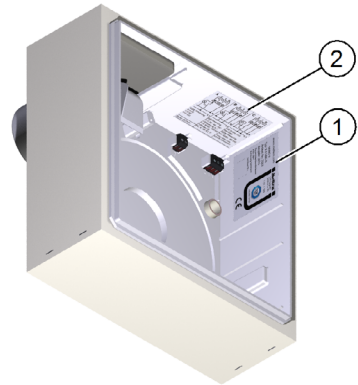

Abb. 7: Lage des Typenschilds
- Pos. 1 in Abb. 7 zeigt die Lage des Typenschilds.
- Pos. 2 in Abb. 7 zeigt die Lage des Aufklebers mit dem elektrischen Anschlussschema.